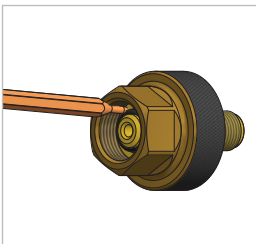

Figure 3
- ▶ Enfoncer le joint frontal (pos. 7) avec l'extracteur de joint torique WEH® réf. E98-101969 et retirez-le de la gorge (*Figure 3*).